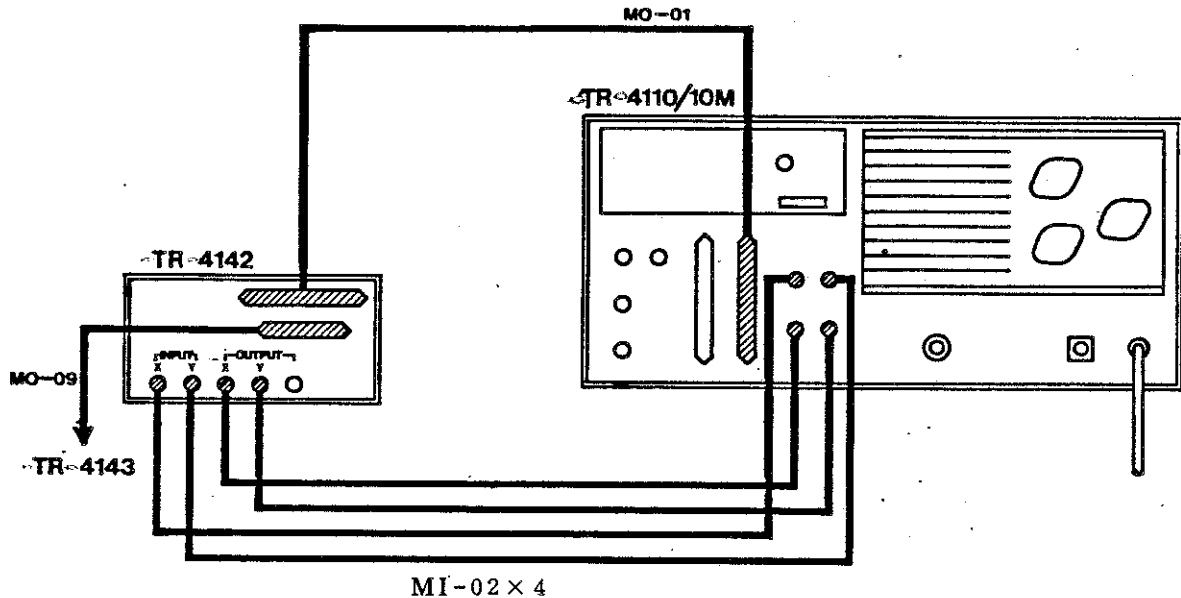

図 3-2 測定のセットアップ
- (1) 各測定器の「POWER」スイッチを、「OFF」に設定します。
- (2) TR 4110 シリーズと TR 4142、TR 4143 を、図 3-2 のように接続します。
- (3) TR 4110 シリーズと TR 4151 とを、ケーブルで接続します。
- (2) 図 3-2 に従って、TR-4110 と TR-4142、TR-4143 を接続します。